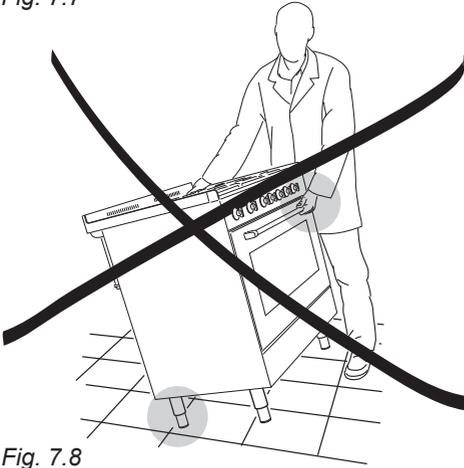

Fig. 7.8
**ATTENZIONE:** Non utilizzare la maniglia del forno per movimentare la cucina (fig. 7.8).